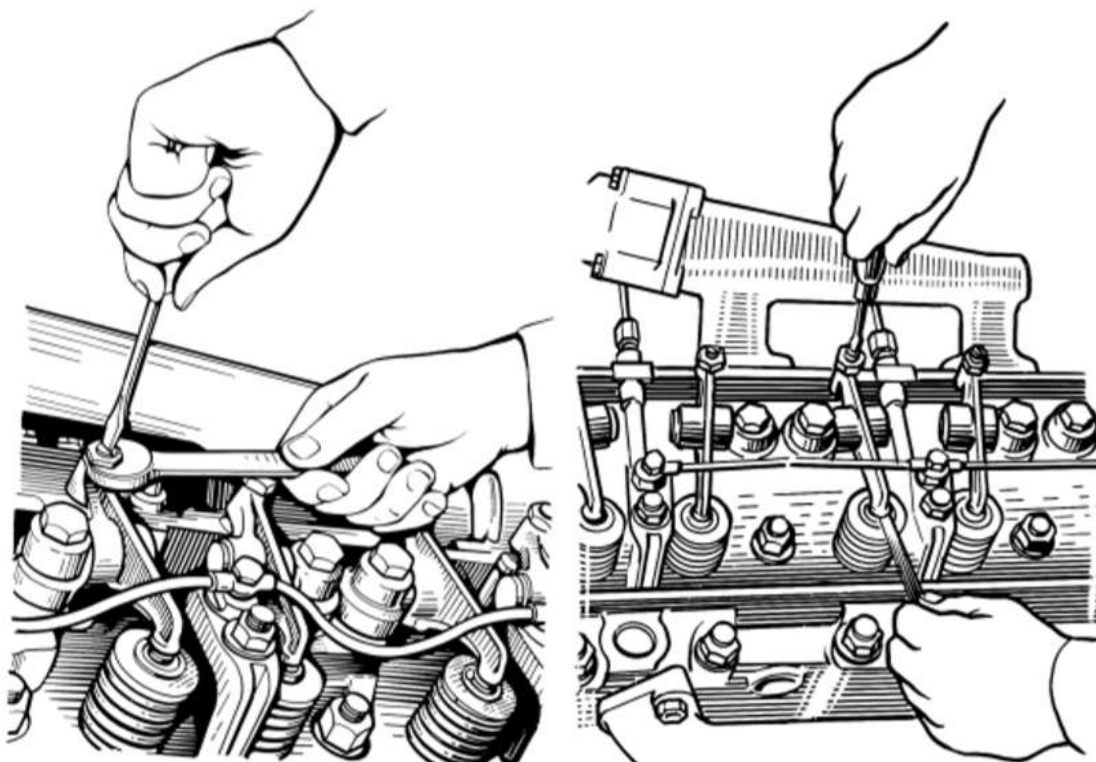

Рисунок 5.12. Регулировка тепловых зазоров
- Для регулировки зазоров отвернуть контргайку регулировочного винта (рис. 5.12), вставить в зазор щуп и, вращая винт отверткой, установить требуемый зазор. Придерживая винт отверткой, затянуть контргайку и проверить величину зазора. При правильно отрегулированном зазоре щуп толщиной 0,25 мм должен входить при легком нажиме, а толщиной 0,30 мм - с усилием.
Регулировка тепловых зазоров клапанов показана на рис. 5.12.